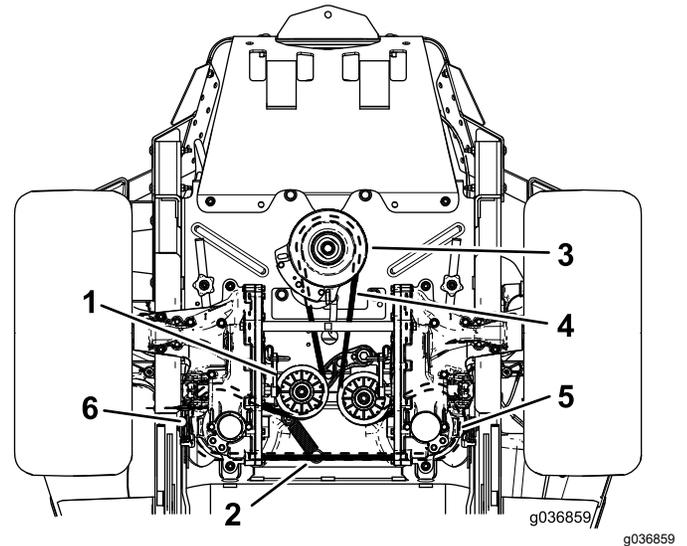

Figure 66
6. Débranchez le ressort de la poulie de tension du tenon (Figure 66).
8. Placez une courroie neuve sur la poulie du moteur et les 2 poulies de la pompe hydraulique (Figure 66).
4. Soulevez la machine sur des chandelles (Figure 66).